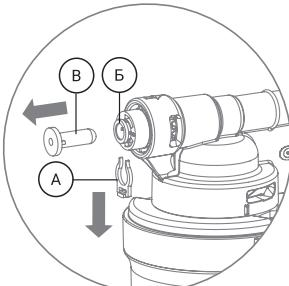
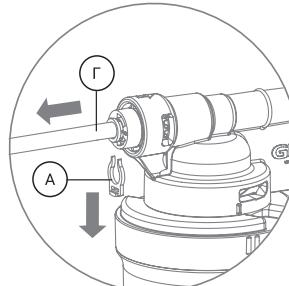

Рис. 4
Рис. 5
Удалите стопорную клипсу (A). Удерживая цанговое кольцо (Б) прижатым к основанию фитинга, аккуратно извлеките заглушку (В) (рис. 4) или трубку (Г) (рис. 5).